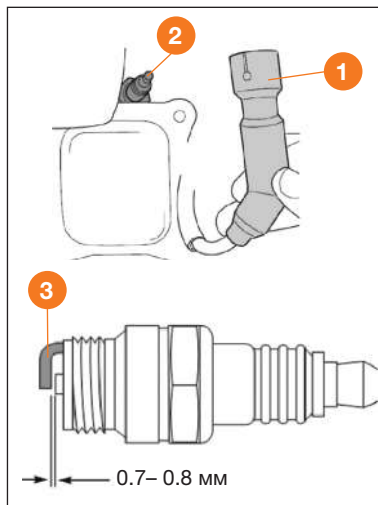

Рис. 23
- Снимите высоковольтный колпачок ① свечи зажигания ② и удалите грязь вокруг свечи (Рис. 23).
- Выверните свечу зажигания ② при помощи свечного ключа.
- Очистите свечу зажигания от нагара металлической щеткой, измерьте зазор между электродами при помощи плоского щупа. При необходимости откорректируйте зазор, осторожно подгибая боковой электрод ③. Зазор должен быть в пределах: 0,7-0,8 мм.
- Плотно установите высоковольтный колпачок ① на свечу зажигания ② (Рис. 23).